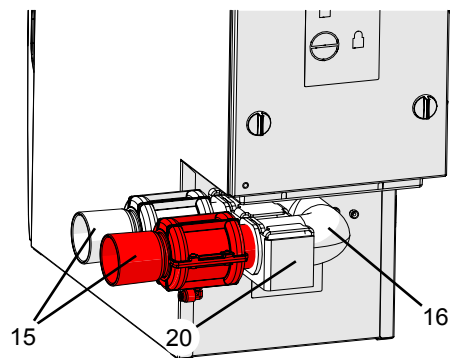

рис. 3
Открытие и закрытие всасывающих каналов происходит с помощью пневманических запорных клапанов (15, рис. 3). Для этого необходим сжатый воздух. С боку прибора подсоединен шланг для подачи сжатого воздуха.
- ⇒ Извлеките запорные клапаны (15, рис. 3) из всасывающего колена (16, рис. 3).
- ⇒ Открутите болт с накатной головкой (19).
- ⇒ Поверните по часовой стрелке всасывающее колено (16) вместе с креплением (20) и освободите его от фиксирующих болтов. Потянув на себя, снимите его с отсосного патрубка вытяжки (А).
- ⇒ Выдавите всасывающее колено из крепления (В), поверните (С) и в новом положении снова вдавите в крепление (D).
- ⇒ Установите всасывающее колено на отсосной патрубок вытяжки и вращением по часовой стрелке закрепите крепление на фиксирующих болтах (26) (Е).
- ⇒ Закрепите крепление болтом с накатной головкой (19).